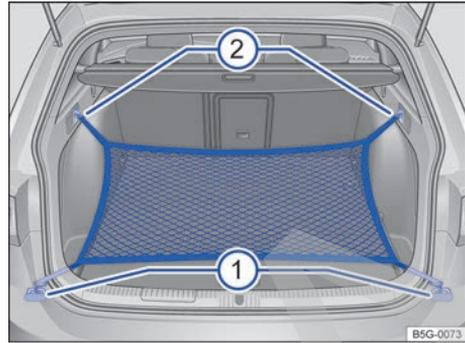

Fig. 159 En el maletero: argollas ① y ganchos ② para enganchar la bolsa de red.
- Fije los ganchos cortos de la bolsa en las argollas de amarre → fig. 159 ① → ⚠. La cremallera de la bolsa tiene que quedar hacia arriba.
- Fije las cintas en los ganchos para colgar bolsas ②.